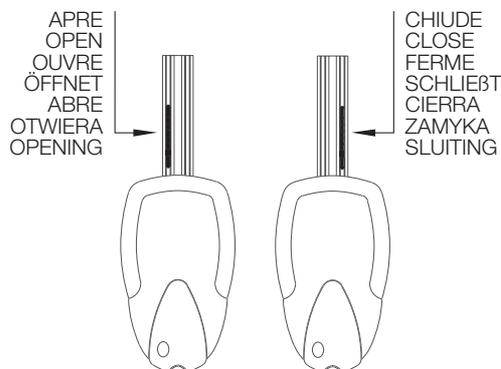

Figure 25
- On peut passer ensuite au positionnement des glissières des micro-interrupteurs de fin de course visibles dans la Fig. 25.